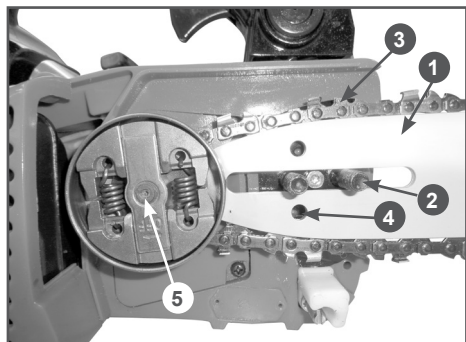

Рис. 3 Установка шины и цепи
5. Установите направляющую шину(1) на шпильки(2) так, как показано на Рис. 3 и сдвиньте ее в сторону муфты сцепления(5) для облегчения установки пильной цепи.
6. Установите пильную цепь на направляющую шину так, как показано на Рис. 3. При установке цепи следите за тем, чтобы режущая кромка зуба (3) была расположена вперед по ходу движения цепи, т.е. по часовой стрелке.
При установке крышки следите за тем, чтобы палец натяжения цепи совпал с отверстием (4) в направляющей шине (Рис. 3).